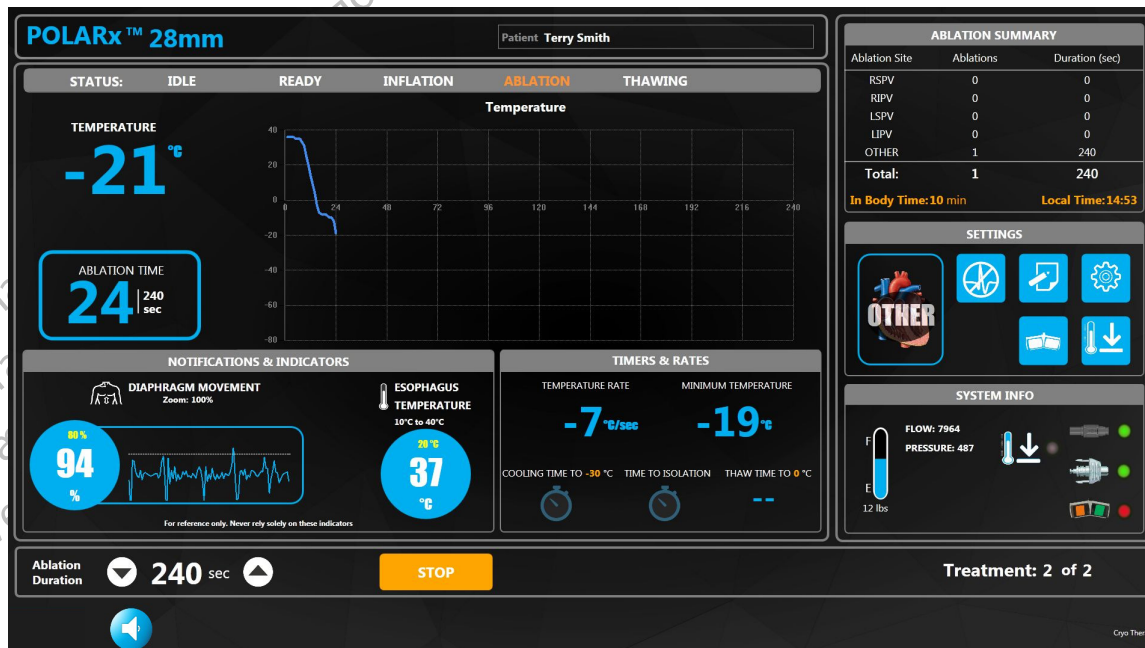

Figura 12. Ecranul de terapie – starea de ablație
4. Când sistemul este în starea de ablație, se vor afișa următorii indicatori în ecranul de terapie (Figura 12).